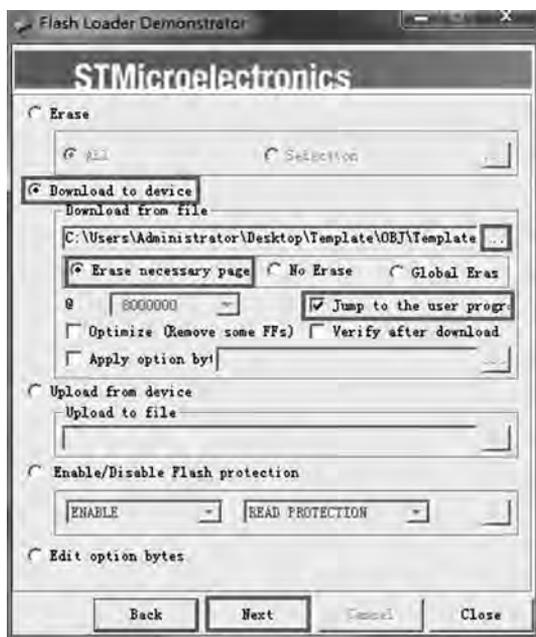

图 3-60 操作选择界面
(5) 在出现的如图 3-60 所示的操作选择界面中,可选择进行相关程序的擦除、下载、上传、Flash 保护的使能/失能以及选项字节配置等操作。这里主要介绍程序下载操作。在如图 3-60 所示的操作选择界面中,选中 Download to device 单选按钮,然后单击 Download from file 文本框右面的“...”按钮,选择要下载的. hex 文件,并在文本框下面选中 Erase necessary page 单选按钮,再选中 Jump to the user program 复选框,最后单击 Next 按钮。
Download form file 文本框下面有 3 个选项,其中,如果选择 Erase necessary page,则在向开发板下载程序的过程中会首先擦除开发板主控芯片 Flash 中需要擦除的数据;如果选择 No Erase,则在下载过程中不会擦除 Flash 中的数据;如果选择 Global Erase,则在下载过程中会首先擦除 Flash 中所有的数据。很显然,应当选择 Erase necessary page。因为如果选择 No Erase,则下载完一次程序后 Flash 中可能还存有以前残留的数据没有被覆盖掉;如果选择 Global Erase,则每次下载程序都需要将 Flash 中的数据全部擦除一次,不仅没有必要,而且会减少 Flash 的使用寿命。这里需要说明的是,如果在如图 3-60 所示的操作选择页面中,先选中了 Erase 单选按钮将 Flash 中的相关数据擦除掉,则这里可以选择 No Erase。